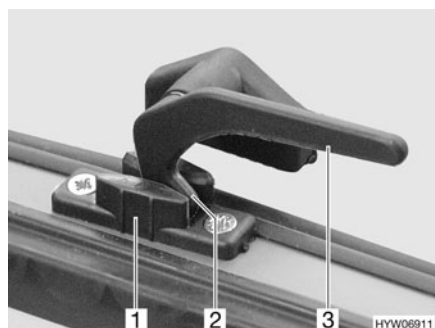

Fig. 55 Levier de verrouillage en position "Aération permanente"
- En position "Aération permanente" (Fig. 55)
- Tourner le levier de verrouillage (Fig. 55,3) d'un quart de tour vers le centre de la fenêtre.
- Tourner le levier de verrouillage d'un quart de tour vers le cadre de la fenêtre. Le tenon de verrouillage (Fig. 55,2) doit pénétrer alors dans le logement prévu à cet effet dans le verrouillage de fenêtre (Fig. 55,1).